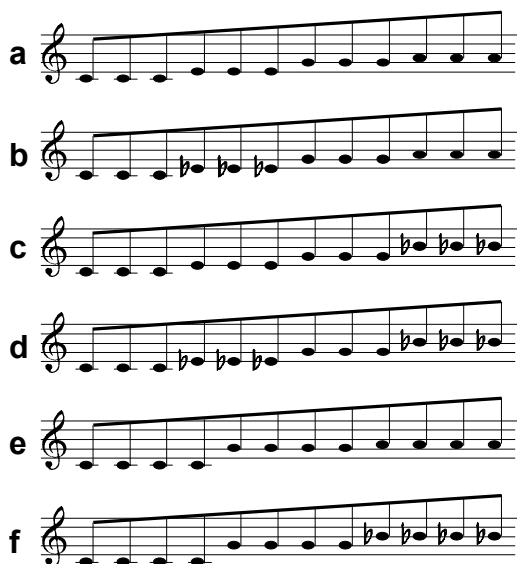

Abb. 5: zusätzliche Sexte (a, b, e),
③ Schalter
Der **3-stufige Schalter** ③ ermöglicht die **zusätzliche Ausgabe** der **Sexte** (Position "+6") oder **kleinen Septime** (Position "+7"), falls sich Schalter ② in der Position "**Chord**" (s. Abb. 5 a, b, c, d) oder "**Quint**" (s. Abb. 5 e, f) befindet.